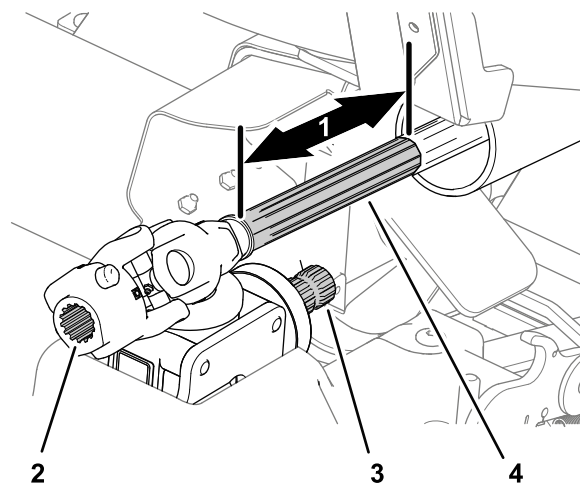

Рисунок 54
3. Начисто протрите шлицы вала редуктора и шлицы карданного вала (Рисунок 54).
4. Начисто протрите поверхность скольжения переднего карданного вала (Рисунок 54).
5. Нанесите противозадирный состав на шлицевое соединение вала редуктора и вилки крестовины карданного вала (Рисунок 54).
6. Нанесите противозадирный состав на поверхность скольжения передней половины карданного вала (Рисунок 54).
2. Вытяните переднюю половину карданного вала (Рисунок 54) вперед приблизительно на 25 см.